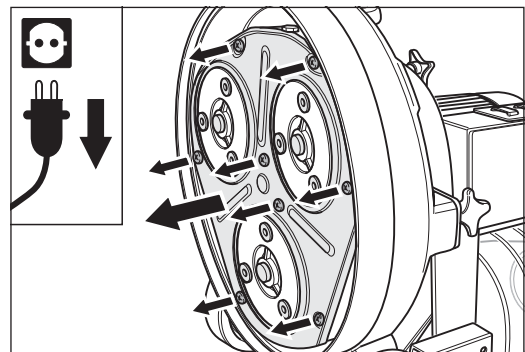

Fig. 38 Desserrez ensuite les huit vis et enlevez la tôle de recouvrement.
- 6 Desserrez les huit vis de fixation de la tôle de recouvrement et retirez la tôle de recouvrement (fig. 38). A cette occasion, contrôlez si le feutre d'étanchéité sur la face intérieure de la tôle de recouvrement doit être remplacé (voir *section 7.6, Remplacement du feutre d'étanchéité du recouvrement du logement du plateau de disque*).